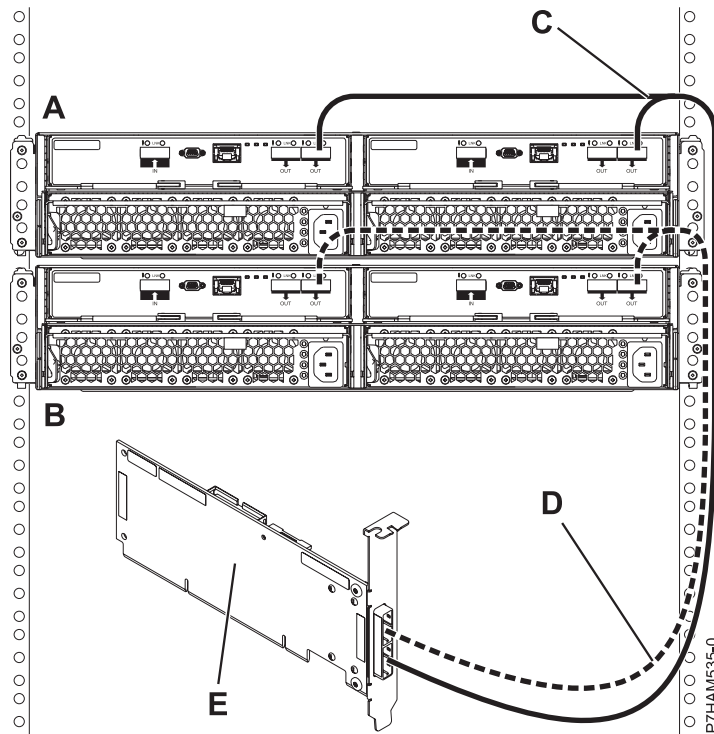

Figure 36. Mode 1 de connexion de deux boîtiers d'unité de disque 58/87 via des câbles YO à un adaptateur SAS unique
10. Effectuez la connexion de mode 1 de deux boîtiers d'unité de disque 58/87 (A et B) via des câbles YO (C et D) à un adaptateur SAS unique (E) comme illustré à la figure 36, à la page 74.